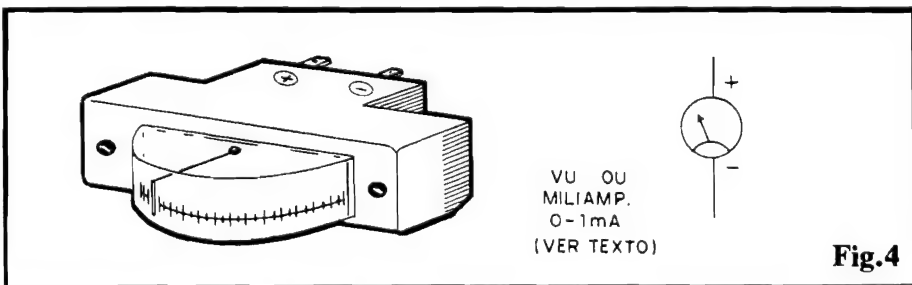

Fig.4
- FIG. 4 - O GALVANÔMETRO - O galvanômetro (parte essencial do circuito do MSPX) é - como sabem os Hobbistas - um simples medidor (sensível) de Corrente, de bobina móvel... Pode ser usado um miliamperímetro (1 mA de alcance), porém tal componente costuma apresentar preço um tanto "salgado"... Para baratear as coisas, sugerimos utilizar de um V.U. qualquer (a maioria deles mostrará alcance compatível com as necessidades do circuito do MSPX), de baixo custo... Na figura mostramos o V.U. tipo **horizontal**, bastante comum, e que poderá ser adquirido por valor razoavelmente baixo em ofertas, "sucatas" e afins (mesmo um "zerinho",